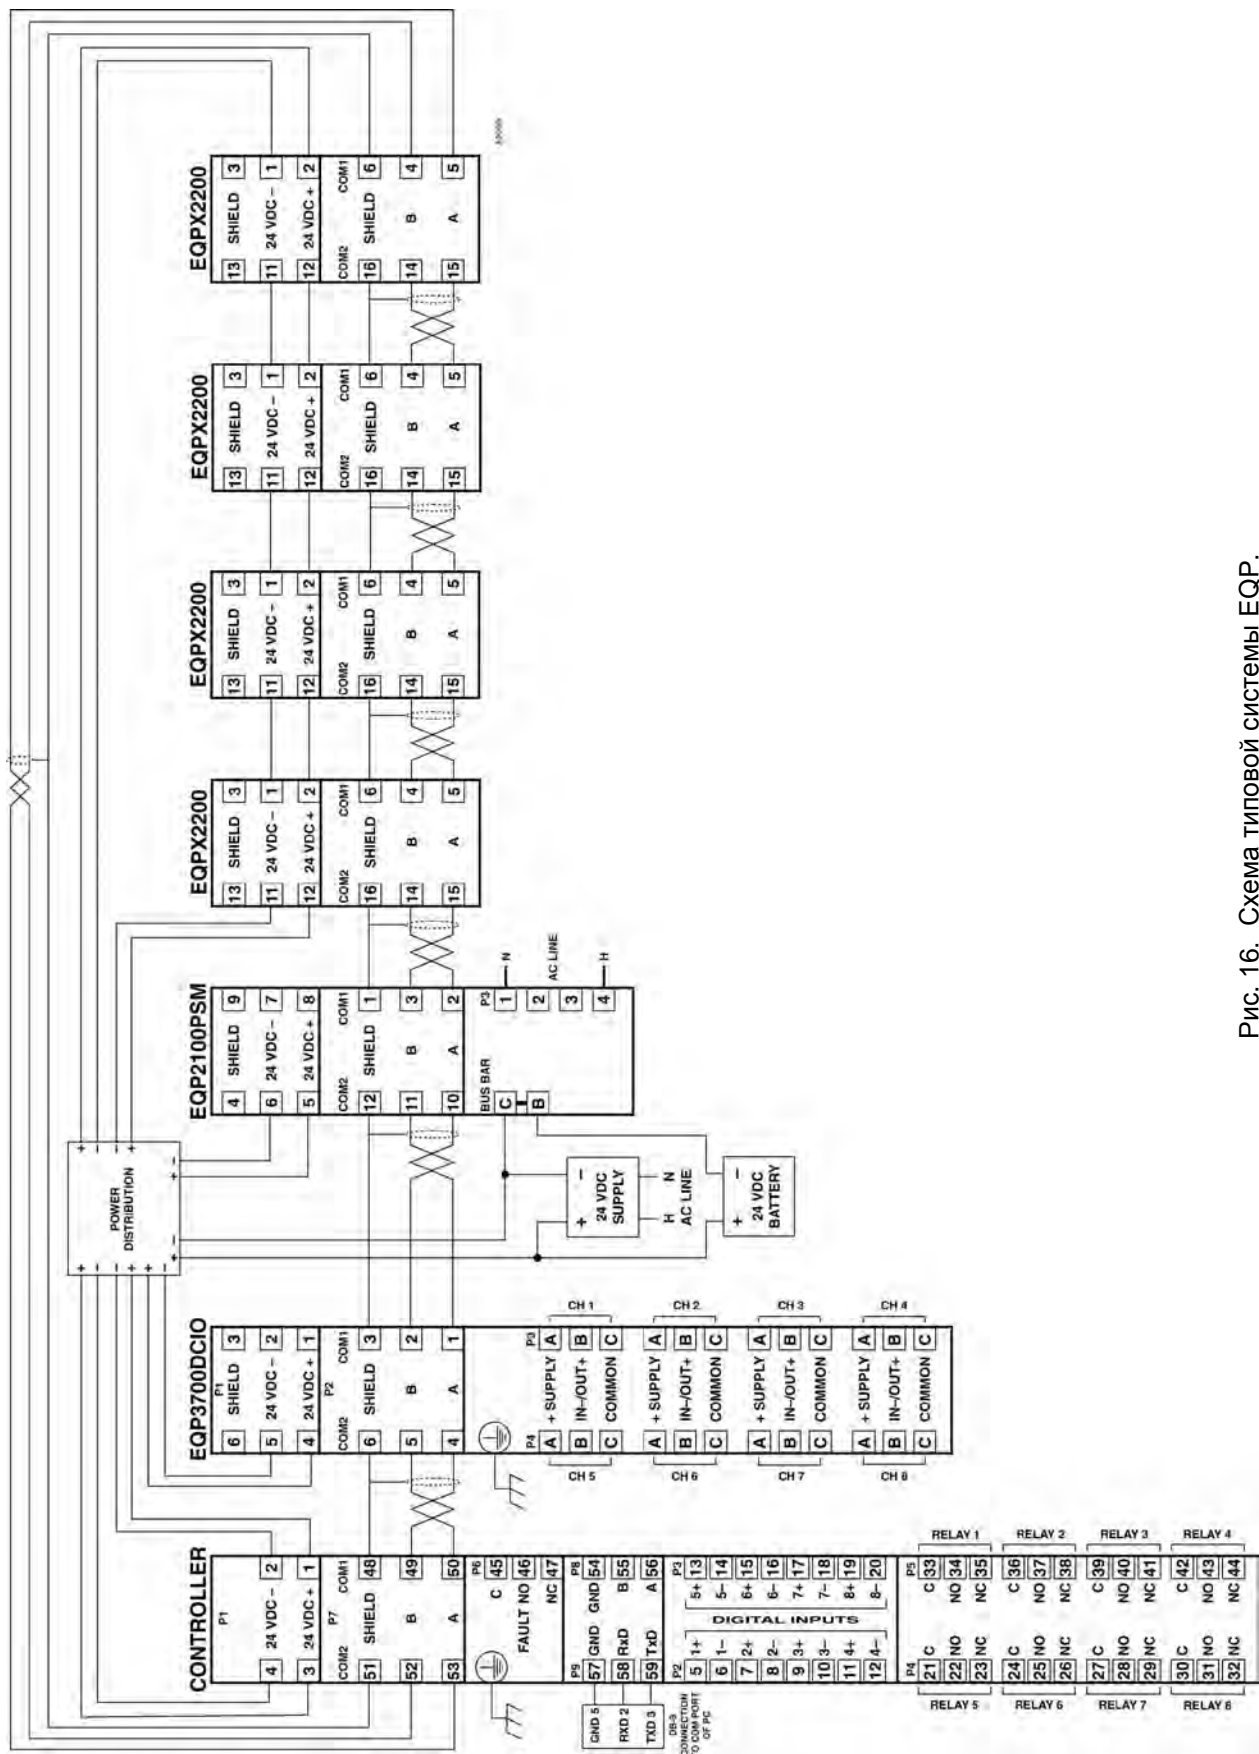

Рис. 16. Схема типовой системы EQR.
Для защиты от электромагнитных и высокочастотных помех требуется применение экранированного кабеля. При использовании экранированных кабелей, экран заземляется, как показано на рис. с 9 по 14, и рис.16. Проконсультируйтесь с предприятием-изготовителем, если экранированный кабель не используется. В тех случаях, когда кабель укладывается в кабельный канал, этот канал не должен использоваться для прокладки проводов другого электрооборудования.
3. Соединить экранные провода коммуникационного кабеля LON с земляной клеммах как показано на рис. 16.